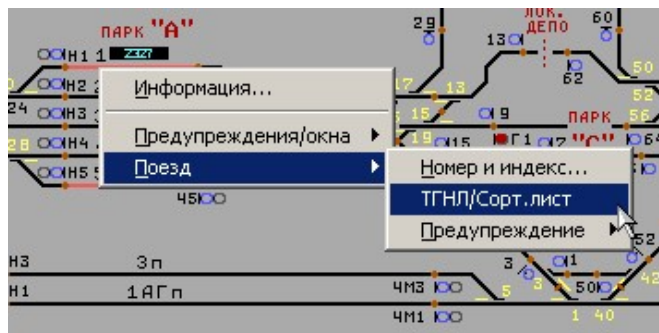

Рис. 4. Вызов команды «ТГНЛ/Сорт. листок»
2. Навести указатель манипулятора «мышь» на занятый требуемым поездом или маневровым составом изолированный участок и нажать на клавиатуре клавишу «Enter». В появившемся всплывающем меню (рис. 4) выбрать команду «ТГНЛ/Сорт. листок».